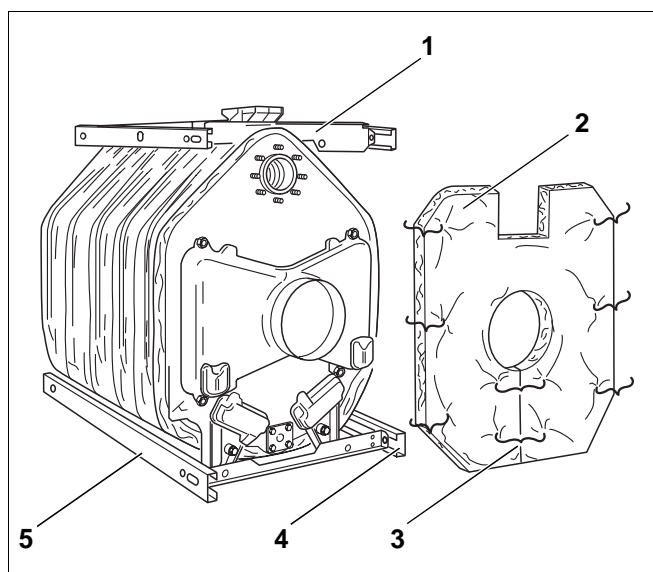

Рис. 38
- Нижние продольные траверсы (рис. 38, **поз. 4 и 5**) с направленными внутрь отбортовками и обращенными назад удлиненными отверстиями также наложить сбоку на поперечные траверсы и закрепить саморезами.
- Тепловую изоляцию задней секции (рис. 38, **поз. 2**) с вырезом для обратной линии котла, направленным вверх, надеть на патрубок отходящего газа.
- Тепловую изоляцию задней секции прикрепить двумя натяжными пружинами к задней верхней траверсе (рис. 38, **поз. 1**).
- Разрез под патрубком отходящего газа соединить пружиной (рис. 38, **поз. 3**).